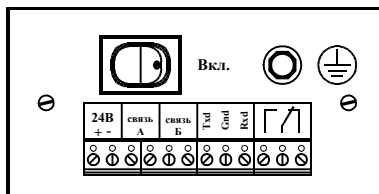

Рис. 3 Клеммная колодка.
6.2. Электрическое соединение производится через клеммник согласно табличке установленной над клеммником (см. рис. 3).